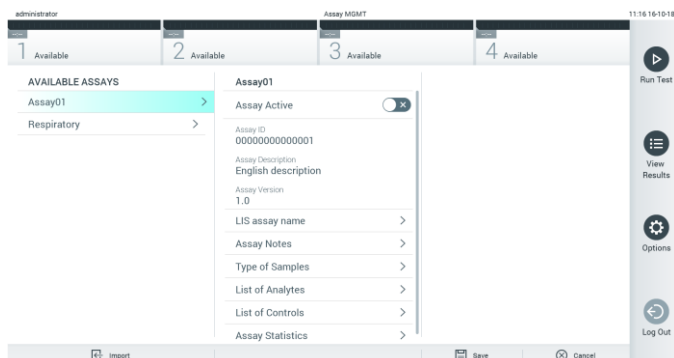

Figura 55. Ecranul Assay management (Gestionarea testelor).
2. Pentru importul testelor noi în QIAstat-Dx Analyzer 1.0, apăsați butonul **Options** (Opțiuni), apoi butonul **Assay Management** (Gestionarea testelor). Ecranul **Assay Management** (Gestionarea testelor) apare în zona de conținut a afișajului (Figura 55).